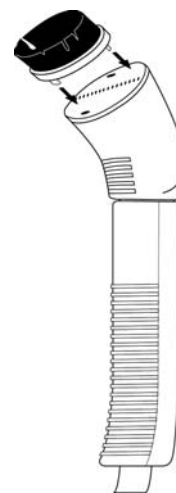

FIGURE 6
3. Poussez la Brosse à Tissus fermement sur le Bec à Vapeur jusqu'à ce qu'elle soit fermement installée (FIGURE 6).